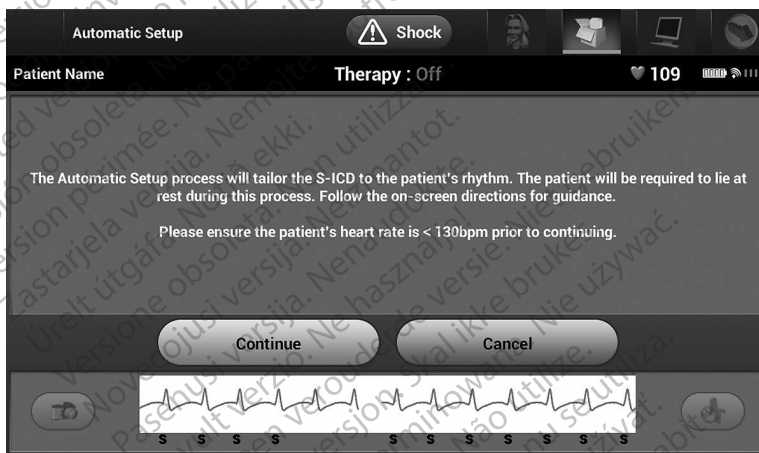

Figura 12: Ecranul instalare automată
3. Selectați pictograma Instalare automată din bara de navigare. Este afișat ecranul Instalare automată (Figura 12 la pagina 44).
4. Selectați continuare dacă frecvența cardiacă a pacientului este mai mică de 130 bătăi pe minut (Figura 12). Pentru frecvențe cardiace mai mari de 130 de bătăi pe minut, selectați butonul Cancel și consultați Instalarea manuală la pagina 70.